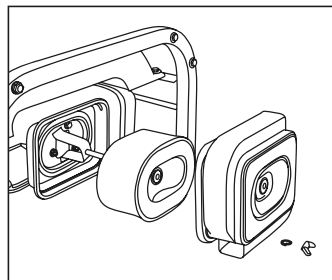

Рисунок 13.
1. Откройте крышку генератора для обслуживания (рис. 13).